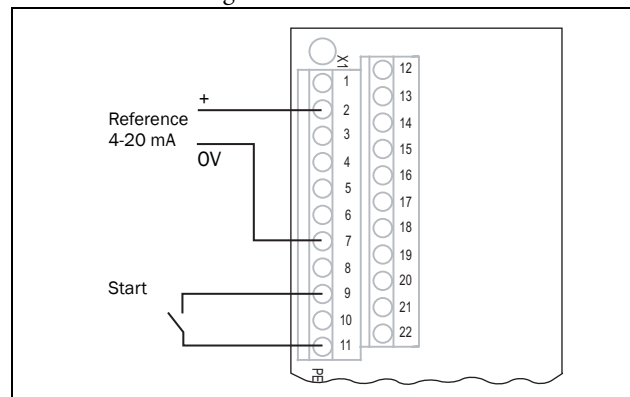

Fig. 2 Connessione del segnale di riferimento
15. Collegare gli ingressi/le uscite digitali e analogiche come illustrato nella Fig. 2.